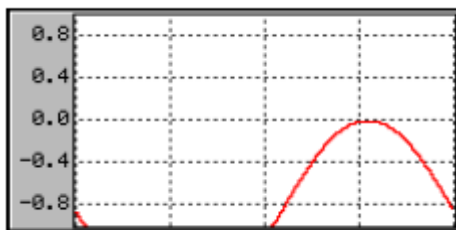
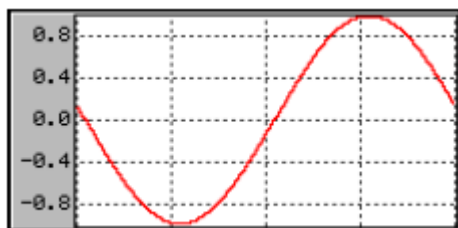

Figura 29: Prima di chiamare la funzione `GRAPH_DATA_YT_SetOffY` il data area ha un offset che non permette di vedere completamente il data object.
Figura 30: Dopo aver chiamato la funzione `GRAPH_DATA_YT_SetOffY` la funzione è adattata alle dimensioni del data area e può essere vista totalmente.
- Descrizione: imposta l'offset per rappresentare i punti sullo schermo LCD (**Figura 29** e **Figura 30**).